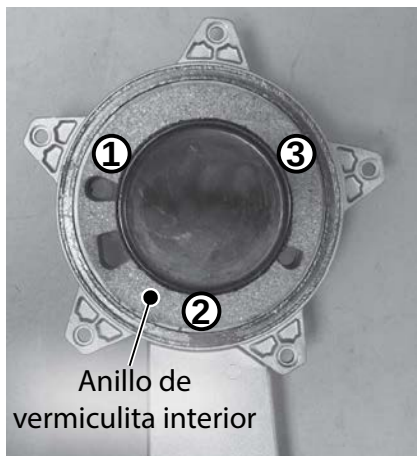

Figura 121 - Retire el anillo de vermiculita interior.
18 Ubique los tres (3) tornillos que fijan el anillo de aislamiento de vermiculita interior a la puerta del quemador, como se muestra en la Figura 121. Use un destornillador Phillips para retirar los tornillos. Deje los tornillos a un lado en un lugar seguro para volver a instalarlos.
- 28** Ubique el nuevo anillo de aislamiento de vermiculita (100371103) incluido en el kit. Oriente el anillo como se muestra en la Figura 121. El lado plano debería estar orientado hacia la ranura del quemador. Con cuidado, deslícelo sobre el quemador y fije la vermiculita al conjunto con los tres (3) tornillos que se retiraron anteriormente en el **Paso 18**.